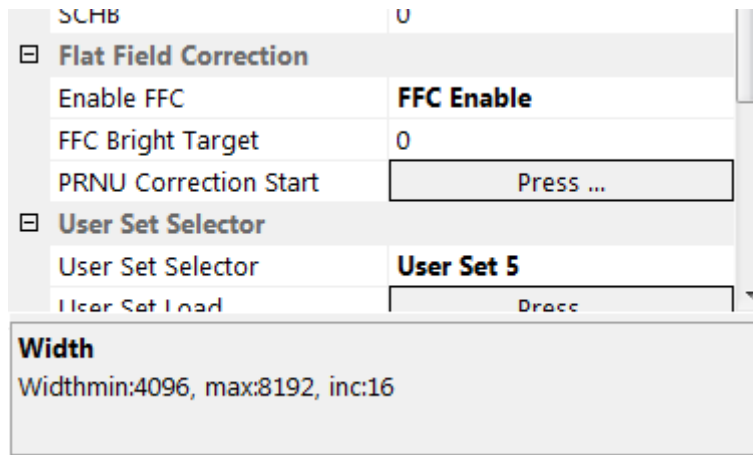

图 8-5 参数注释说明
- 参数的设置，在软件左下角会有注释说明和设置范围的提示，如图 8-5 所示